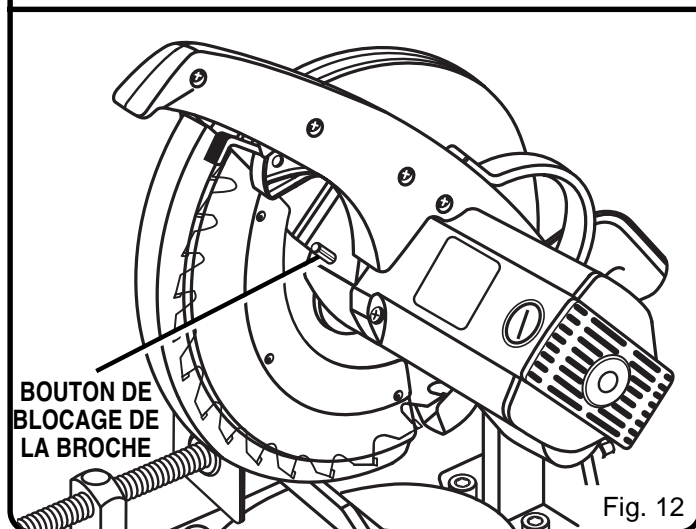

Fig. 12
- Appuyez sur le bouton de blocage de la broche et tournez le boulon de la lame jusqu'à ce que la broche se bloque. Voir figure 12.